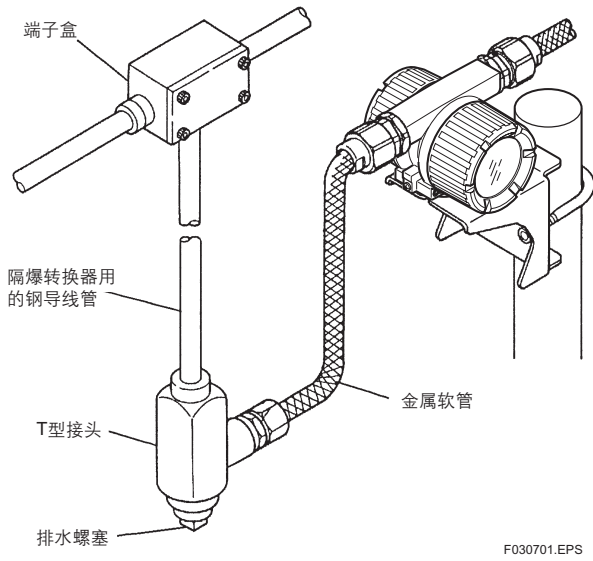

图3.9
- (1) 布线位置应尽可能远离电噪声源(如大功率变压器, 电动机和电源)。
- (2) 建议在粗的电线末端采用不用焊锡的夹紧式接线片。
- (3) 一般用途时, 为了防水和防机械损伤, 最好用钢管或金属软管布线。见图3.9。